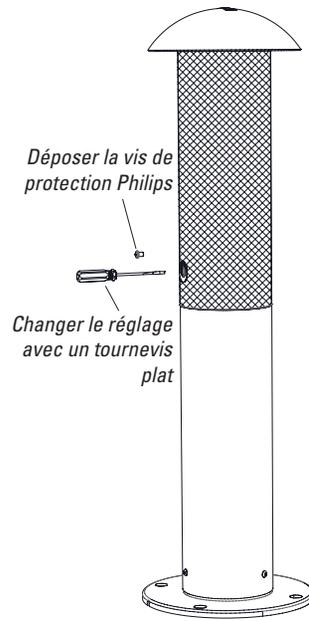

Figure 29
3. L'enceinte L41XC est livrée avec un transformateur réglé sur 60 W. Si vous souhaitez un réglage de puissance inférieure, utilisez un tournevis à tête Philips pour retirer la vis de protection comme représenté dans la figure 29.